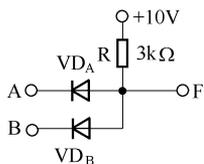

图 1.22
1.18 如图 1.22 所示,二极管正向压降忽略不计,将下列几种情况下输出端 F 点的电位和电阻 R、二极管 VD_A 、 VD_B 中流过的电流填入表 1.1 中。(1) $V_A = V_B = 0V$; (2) $V_A = 3V, V_B = 0V$; (3) $V_A = V_B = 3V$ 。